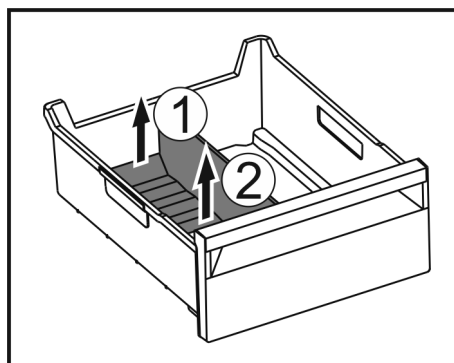

Fig. 146
- ▶ Sollevare la parte posteriore del divisore dello scomparto del ghiaccio. Fig. 146 (1)
- ▶ Rimuovere il divisore dello scomparto del ghiaccio verso l'alto. Fig. 146 (2)